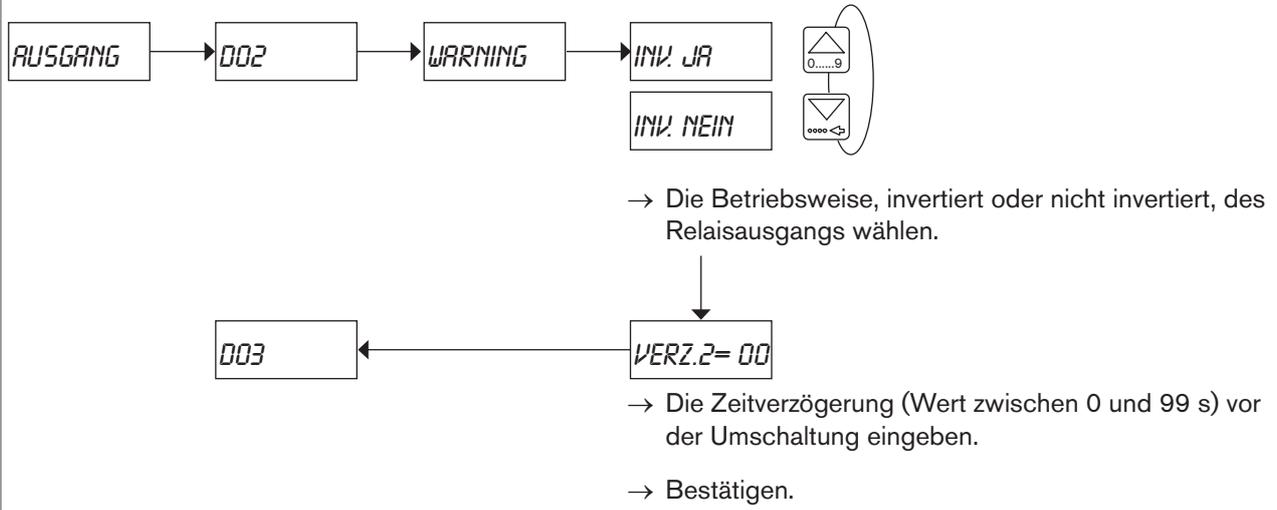

Bild 38: Konfiguration des DO2- oder DO3 -relaisausgangs zur Signalisierung einer Warnmeldung
- Zur Umschaltung einer Last, wenn das Gerät eine Warnmeldung erzeugt. Siehe Bild 38.